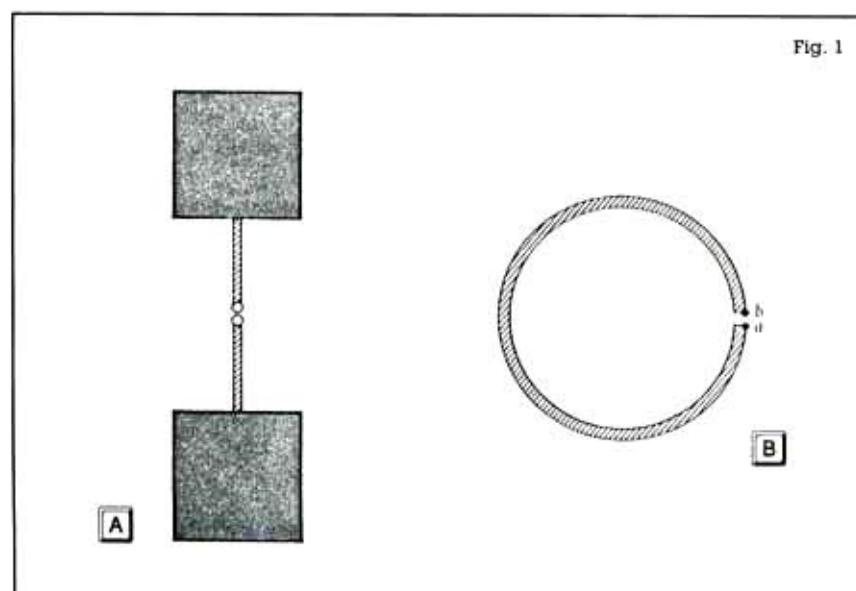

Fig. 1
La forma di una delle antenne che lui usò (la più classica) è riportata in fig. 1; essa consisteva di due piastre quadrate di circa 40 cm di lato, ciascuna attaccata ad una barretta lunga 30 cm. Le barrette, all'altra
Si consideri ora (fig. 1) una sfera di raggio $L1$ (distanza TX-ostacolo) con il centro in «A» coincidente con la posizione della sorgente (TX) e sia $L2$ la distanza del punto di osservazio-